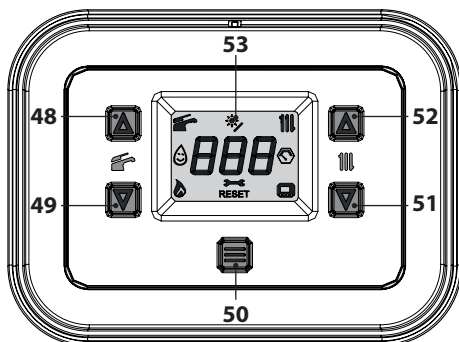

Figura 6.6
- Tenere premuto per 5 secondi il tasto 50 fino a far apparire sul display entrambe i simboli  e  Figura 6.6.
- Entrare in "modalità programmazione" premendo contemporaneamente per 5 secondi i tasti 49 e 51 (Figura 6.6) fino a far apparire sul display LCD le lettere **HiS** che indicano il menu "Storico delle caldaie" (Figura 6.8).
- Premere il tasto 50 (Figura 6.6) per attivare la funzione. Il display visualizzerà quanto segue (Figura 6.10 e Figura 6.11).
- tenere premuti contemporaneamente i tasti 49 e 51 per 5 sec. (Figura 6.6) (ritorno al livello precedente).
- Spegner la caldaia tenendo premuto per 5 secondi il tasto 50 (Figura 6.6) fino a far apparire sul display LCD il simbolo — — — (i trattini vengono accesi in sequenza per simulare uno scorrimento) (Figura 6.5).